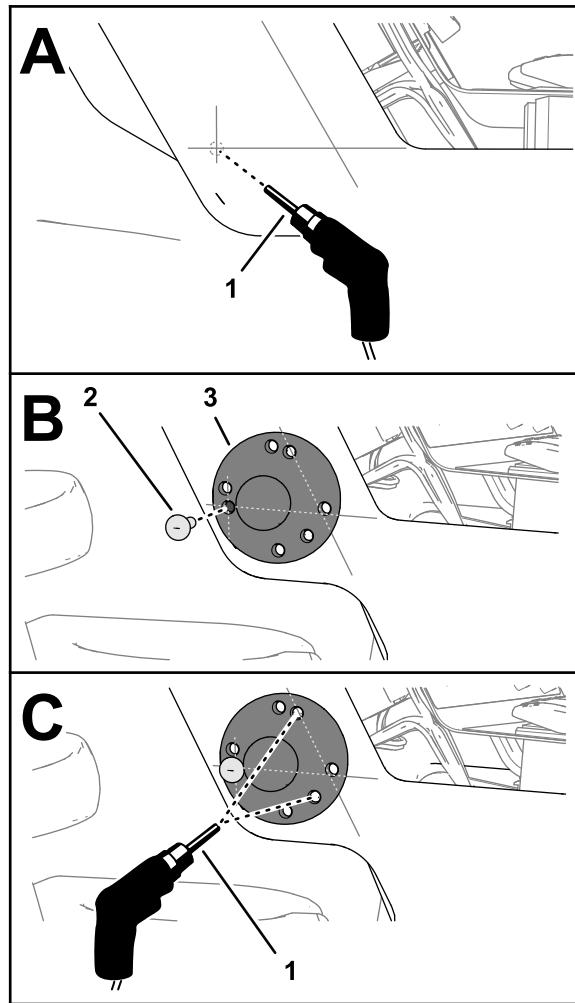

Figure 32
1. Au point d'intersection des traits tracés aux opérations 1 et 3, percez un trou de 4 mm dans la console de commande (Figure 32).
2. Alignez le trou du support à rotule sur le trou de la console de commande et insérez un boulon de carrosserie (n° 10 x  $\frac{7}{8}$ "), comme montré à la Figure 32.
3. Alignez le trou supérieur du support à rotule sur le trait tracé à l'opération 2 et servez-vous du support à rotule comme gabarit pour percer un trou de 4 mm dans la console de commande (Figure 32).